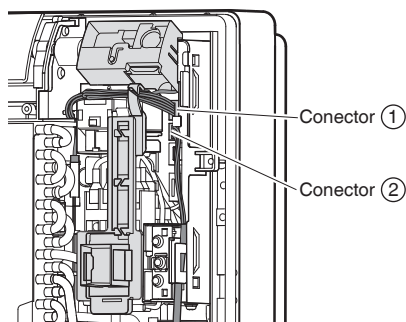
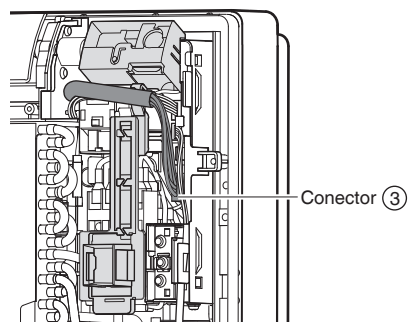

Fig. 2
Fig. 3
- 4) Extraiga los conectores ① ② ③. (Consulte Fig. 2 y Fig. 3)
- 13) Instale los conectores ① ② y guíe el cable tal y como se indica en la figura. (Consulte Fig. 2)
- 14) Instale el conector ③ y guíe el cable tal y como se indica en la figura. (Consulte Fig. 3)